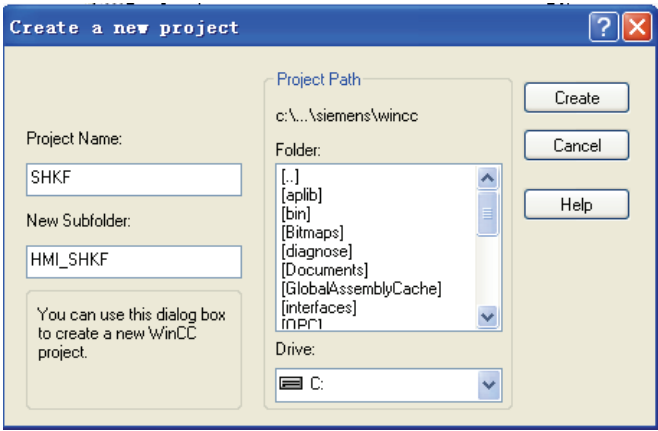

图 4-31 “Create a new project”对话框
2) 为新建项目命名并选择保存项目路径。选择项目类型后会弹出“Create a new project”对话框，“Project Path”选择“C:\PROGRAM FILES\SIEMENS\WINCC\”，“Project Name”中输入“SHKF”，“New Subfolder”命名为“HMI_SHKF”，如图 4-31 所示。单击